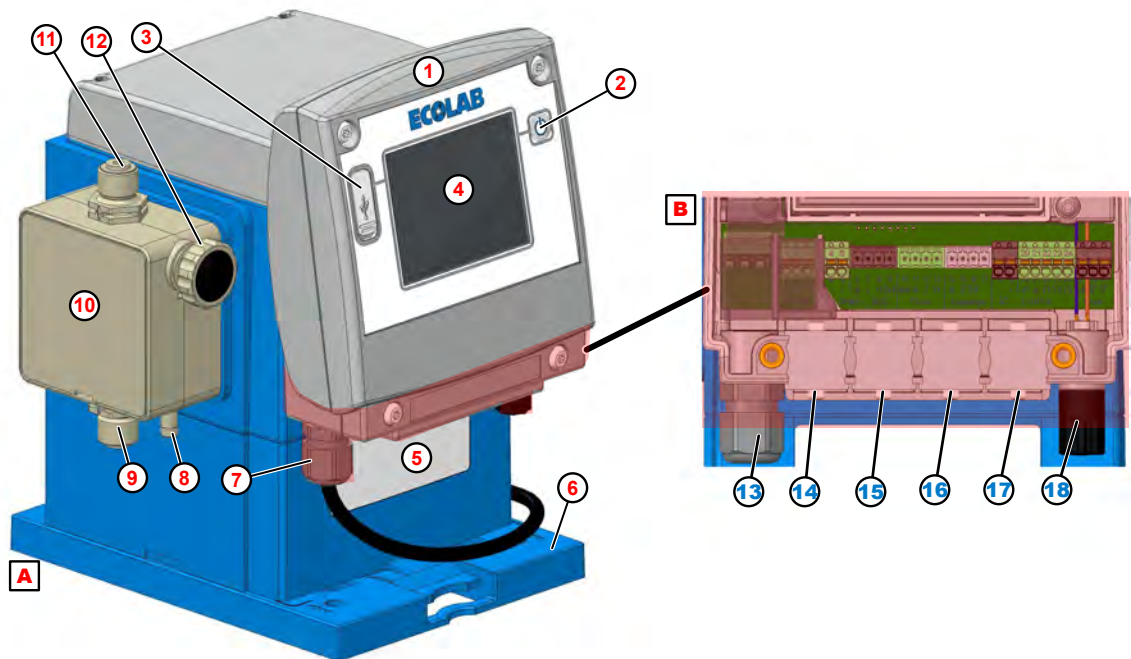

Bild 11: Uppbyggnad "EcoAdd"
AD Ø = 5,1–5,7 mm (Bild 11 , ⑭ - ⑰).